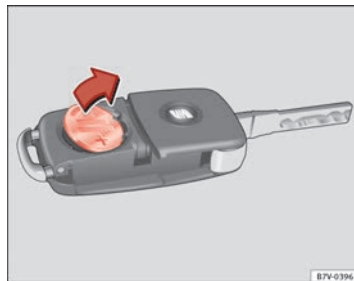

Fig. 44 Llave del vehículo: retirar la pila. ►
- Extraiga la pila del compartimento con un objeto fino adecuado ⇒ **fig. 44**.
- Coloque la nueva pila en el compartimento, presionándola tal como se muestra ⇒ **fig. 44**, en sentido contrario a la flecha ⇒ ①.